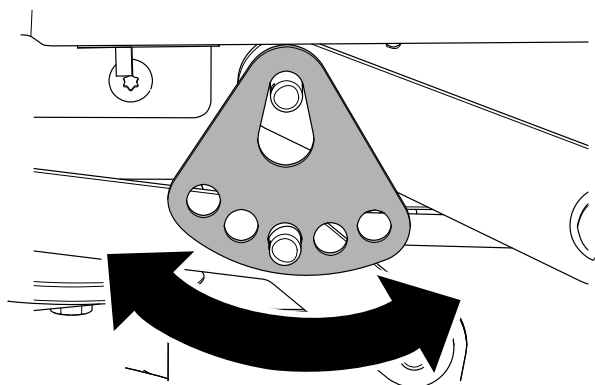

Figura 70
7. Rode a placa da altura de corte para um furo diferente de forma a que suporte o peso da plataforma do cortador depois de instalar a placa (Figura 70).
8. Instale a anilha e o perno de gancho (**Figura 70**).